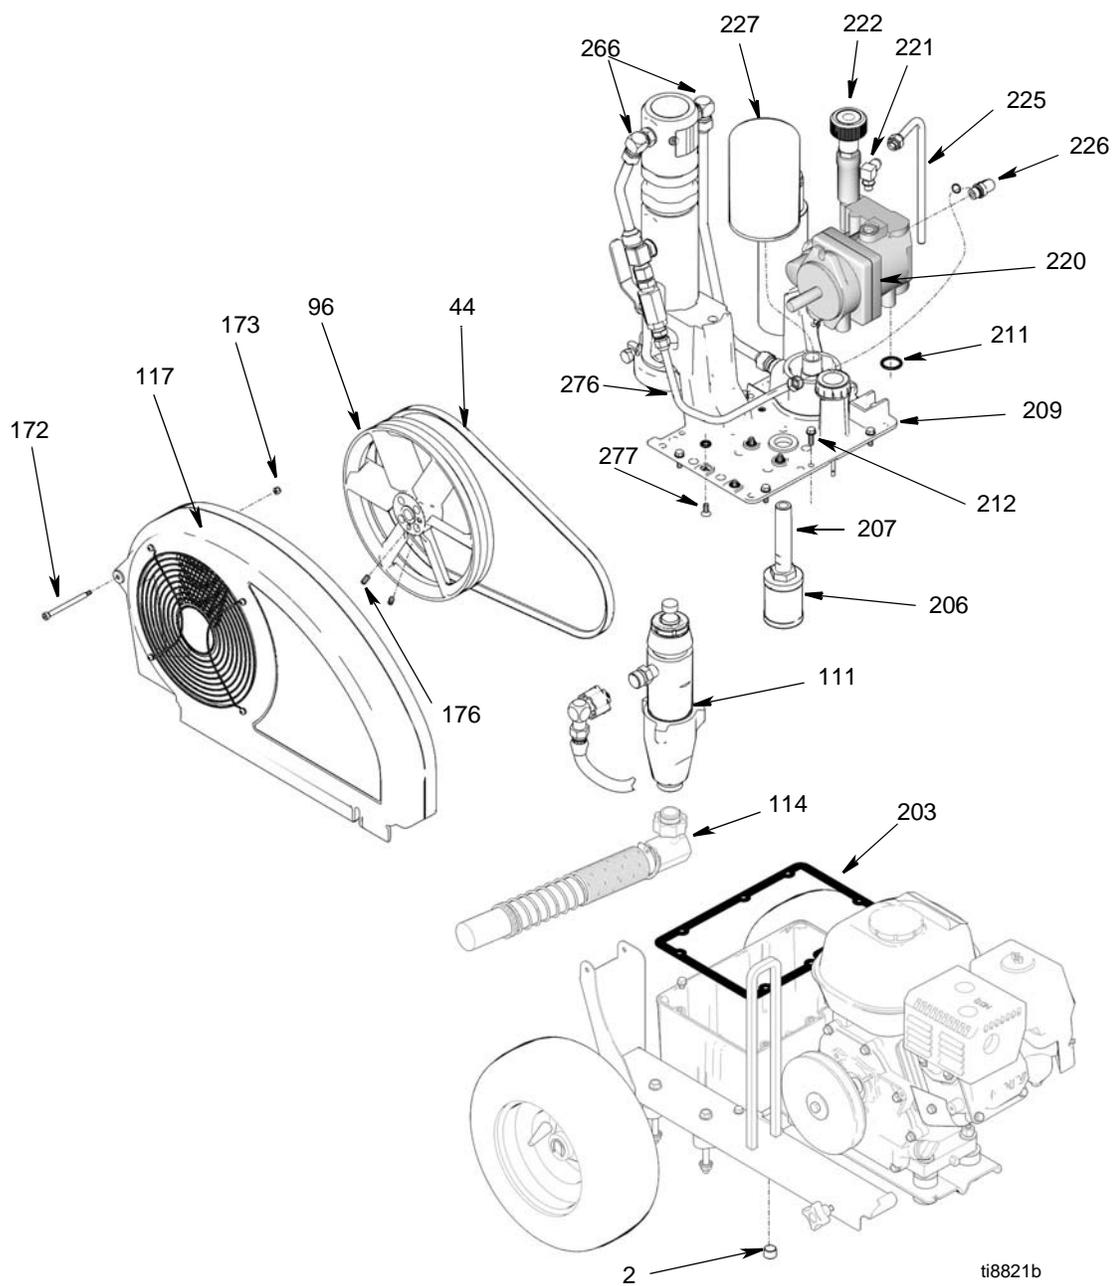

図 2
(図2)
3. 排水プラグ (2) とオイル・フィルタ (227) を外し、油圧オイルを出します。
4. 図 2. 吸引チューブ (114) を切断します。
5. ポンプ (111) を切断します、15 ページを参照のこと。
6. ネジ (172)、ナット (173)、ベルト保護具 (117) を取り除きます。
7. モータを上げてベルト (44) を取り外します。
8. 取り付けネジ (176) 2 本とファン・プーリ (96) を外します。
9. ケース・ドレンチューブ (225) を外します。
10. エルボ (221) を取り除きます。
11. エルボ (226) からチューブ (276) を取り外します。エルボ (226) を油圧ポンプ (220) から外します。
12. ネジ (212) 8 本、油タンク・カバー (209)、フィルタ・アッシー (206) およびガスケット (203) を取り外します。
13. ネジ (277) 4 本と油圧ポンプ (220) を油タンク・カバー (209) から外します。
1. 油圧ポンプ (220) 油タンク・カバー (209) にネジ (277) 4 本で 90-110 in-lb (10.1-12.4 N·m) トルクで締めて取り付けます。
2. ガスケット (203) と油タンク・カバー (209) をネジ (212) 8 本で 110+/-5 in-lb (12.4 +/- 0.5 N·m) トルクで締めて取り付けます。
3. エルボ (226) を油圧ポンプ (220) に設置します。エルボ (226) をチューブ (276) に 25 ft-lb (33.9 N·m) トルクで締めて取り付けます。
4. エルボ (221) を 15 ft-lb (20.3 N·m) までのトルクで締めて取り付けます。
5. ケース・ドレンチューブ (225) を、15 ft-lb (20.3 N·m) のトルクで締めて取り付けます。
6. ファン・プーリ (96) をネジ (176) 2 本で取り付けます。
7. モータを上げてベルト (44) を設置します。
8. ネジ (172) とナット (173) でベルト保護具 (117) を取り付けます。
9. ポンプ (111) を接続します。15 ページを参照のこと。
10. 図 2. 吸引チューブ (114) を接続。
11. ドレン・プラグ (2) をトルク 110 in-lb (12.4 N·m) に締めます。ガスケットが底に触れてから、オイル・フィルタ (227) を 3/4 回転締めます。油圧ポンプを Graco の油圧オイル、6 ページ、エルボ (221) ポートを介して満たします。残りの油圧オイルで油タンクを一杯にします。